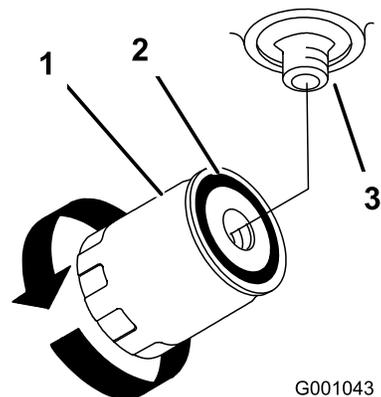

**Figura 47**
4. Localice el filtro debajo del depósito de combustible, y coloque un recipiente debajo del filtro (Figura 47).
5. Retire el filtro usado y limpie con un paño la superficie de la junta del adaptador del filtro (Figura 47).